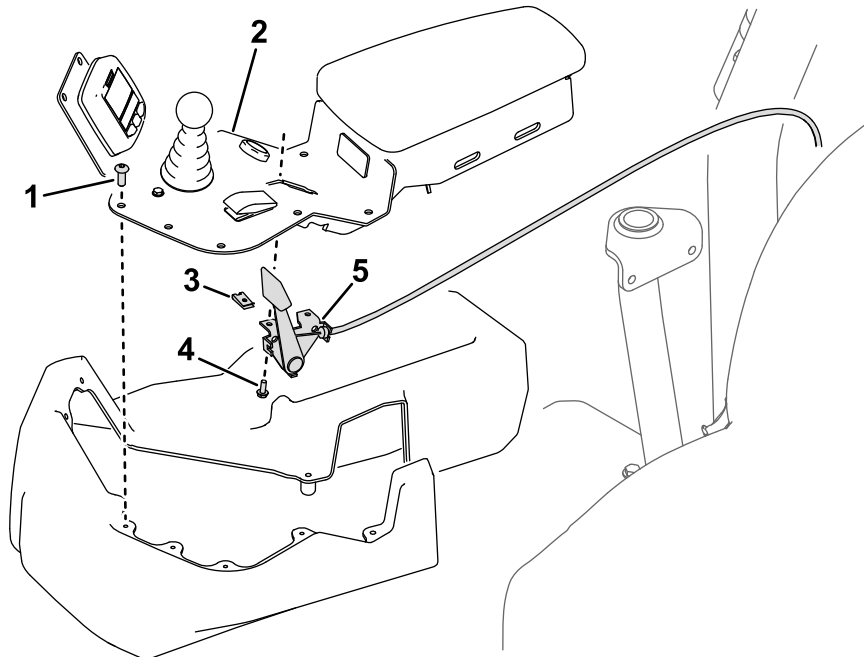

Figure 2
1. Retirez les 10 vis à tête ronde de la console et déposez le panneau de la console (Figure 2).
2. Retirez les boulons et écrous rapides qui fixent le câble de starter au panneau de la console (Figure 2).
Voir la Figure 2 pour cette procédure.